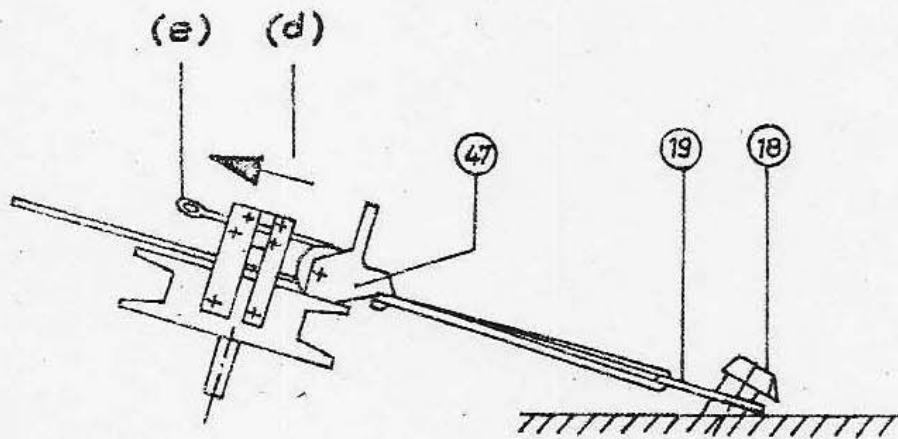

Bild 23
- 2. und 3. Richtfunker hängen alle 4 Haspeln (47) der Seile I in die längsten Schlaufen der Abspannplatten (19) ein (Bild 23).
Beim Lockern ebenfalls an (e) ziehen, Klemmbacken in Mastrichtung (d) bis zum Anschlag drücken und Seilende nachlassen. Klemmbacken loslassen oder in Klemmrichtung drücken (Bild 23).